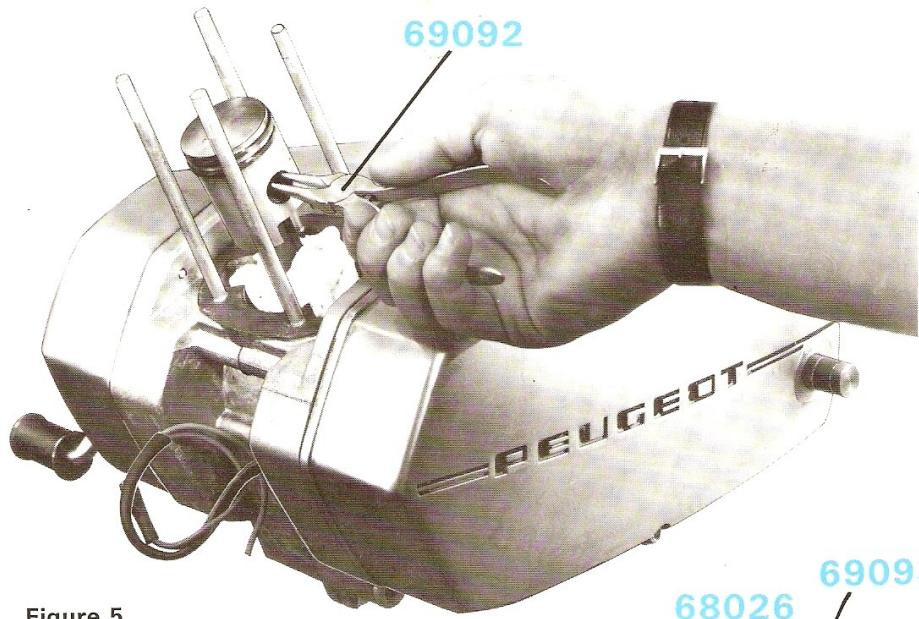

Figure 5
- Retirer les deux circlips à l'aide de la pince spéciale n° 69092 (voir figure 5).